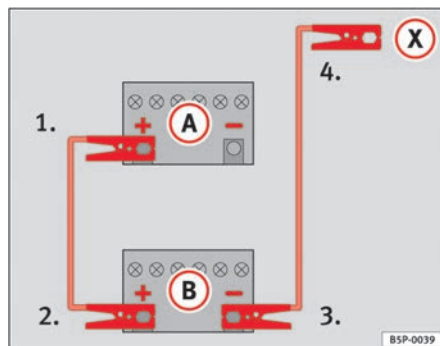

Fig. 172 Esquema de conexión de los cables de emergencia
En la ⇒ fig. 172 A representa a la batería sin carga y B a la batería con carga.
1. Emborne un extremo del cable de emergencia rojo al polo positivo ⇒ fig. 172 (+) del vehículo con la batería descargada ⇒ ⚠.
4. Emborne el otro extremo del cable negro de emergencia (X) a una pieza de metal maciza unida al bloque motor o al mismo bloque motor del vehículo con la batería descargada, lo más alejado posible de la batería ⇒ ⚠.